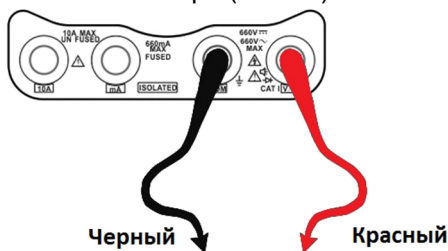

Рис.42
- Подключить черный щуп к разъему “COM”, а красный щуп к разъему “V/Ω” CCTV-тестера (Рис.42)